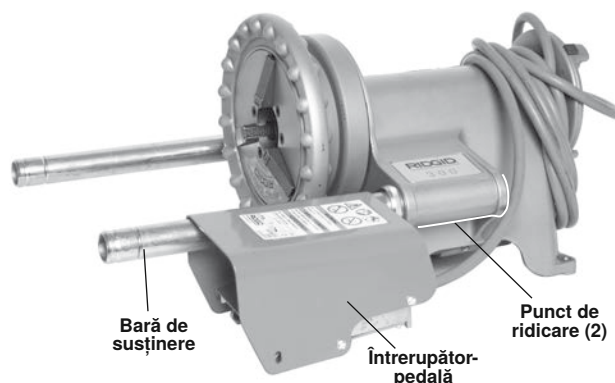

Figura 26 – Mașina separată pregătită pentru transport
1. Înfășurați cablul de alimentare și glesați capacul comutatorului cu picior peste o bară de susținere, după cum se arată în Figura 26.